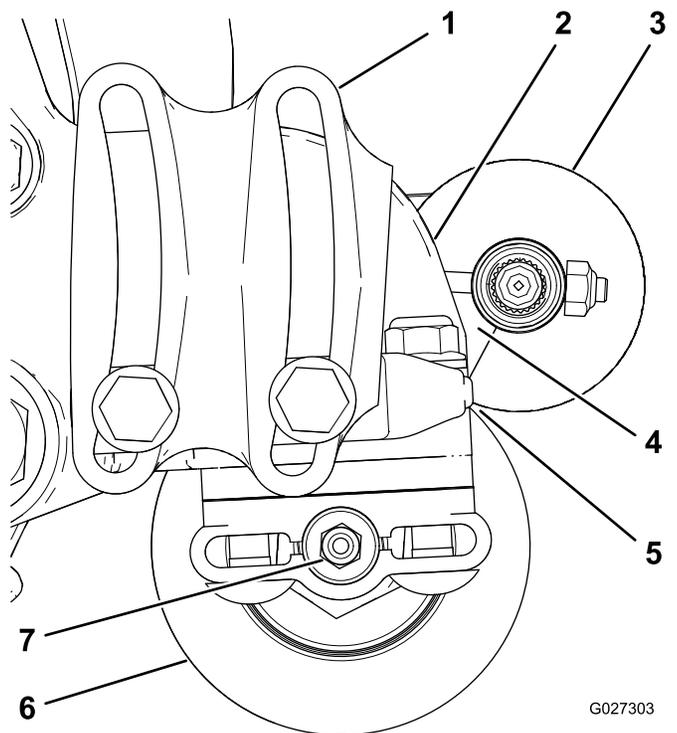

Figura 11
2. Posizionate la spazzola per rullo in modo che tocchi o appoggi appena sul rullo posteriore (Figura 11).